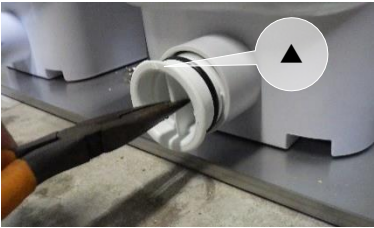

図 2
- (1) 雑排水管接続口〔b〕のプラグを▲印を上にして外します。
- (2) フレキシブルジョイント A のツマミがある側を本体根元まで差し込みます。
- (3) A に排水管（VP40）を差し込み、ホースバンド B で締め付けます（図 2）。